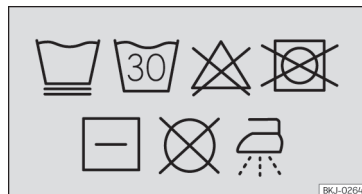

Fig. 152 Etiqueta en las fundas: símbolos de instrucciones de lavado
- Instrucciones de lavado de las fundas extraíbles »» fig. 152: